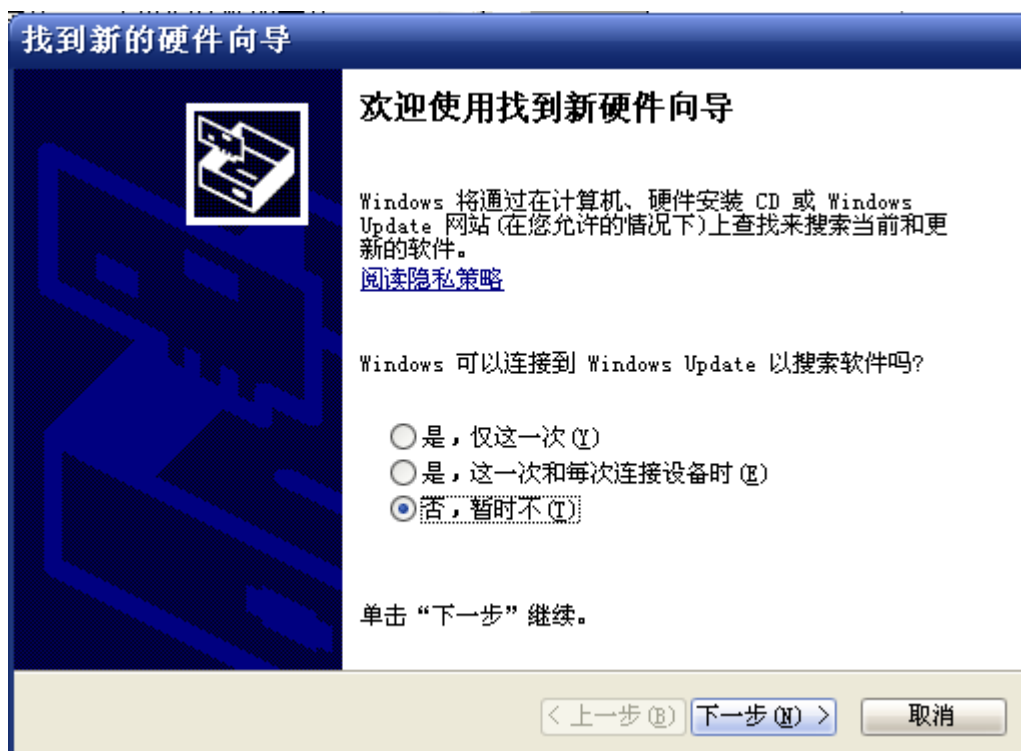
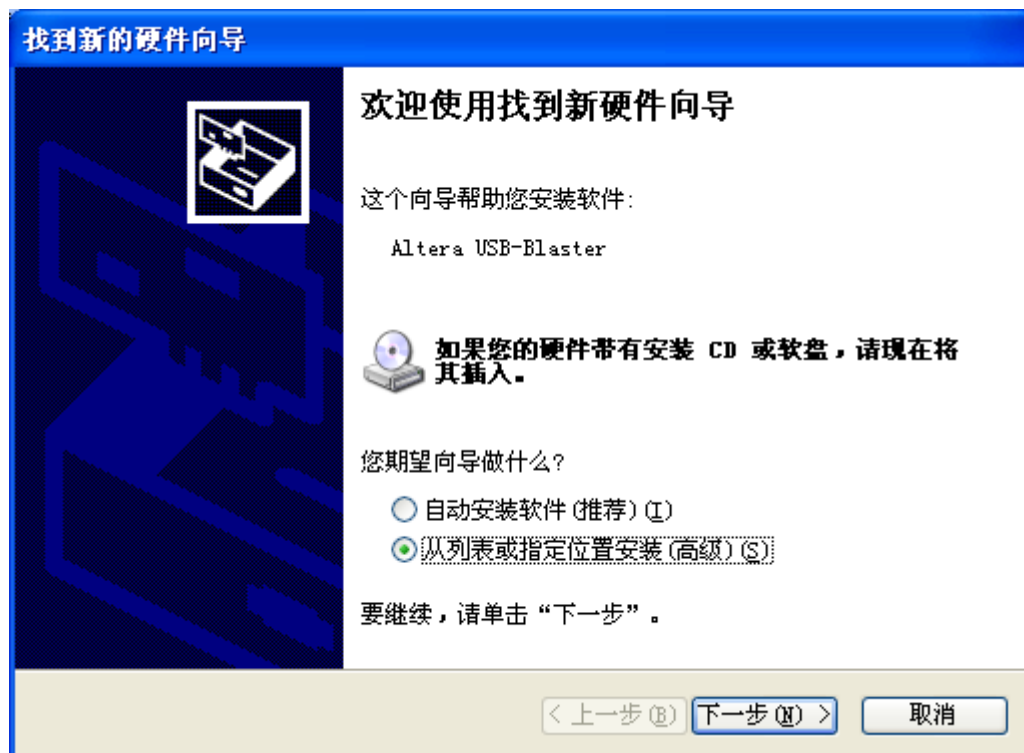

图 1-2 找到新的硬件向导 (未识别)
图 1-3 找到新的硬件向导 (识别)
1. 将 DE2-70 实验平台的 Blaster 接口(开发板上部最左边)接好 USB 连接线，插头插入主机的 USB 接口，Windows XP 发现新硬件后会弹出一个对话框。参看图 1-2。
注意：只有计算机没有识别出 USB-Blaster 才会出现图 1-2，如果是卸载后重新安装或者预装载一些驱动信息，则会从图 1-3 开始。